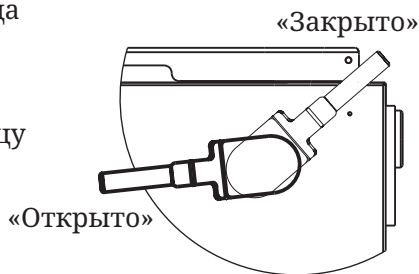

Рисунок 10
2. Открыть задвижку прямого хода (см. рисунок 10).